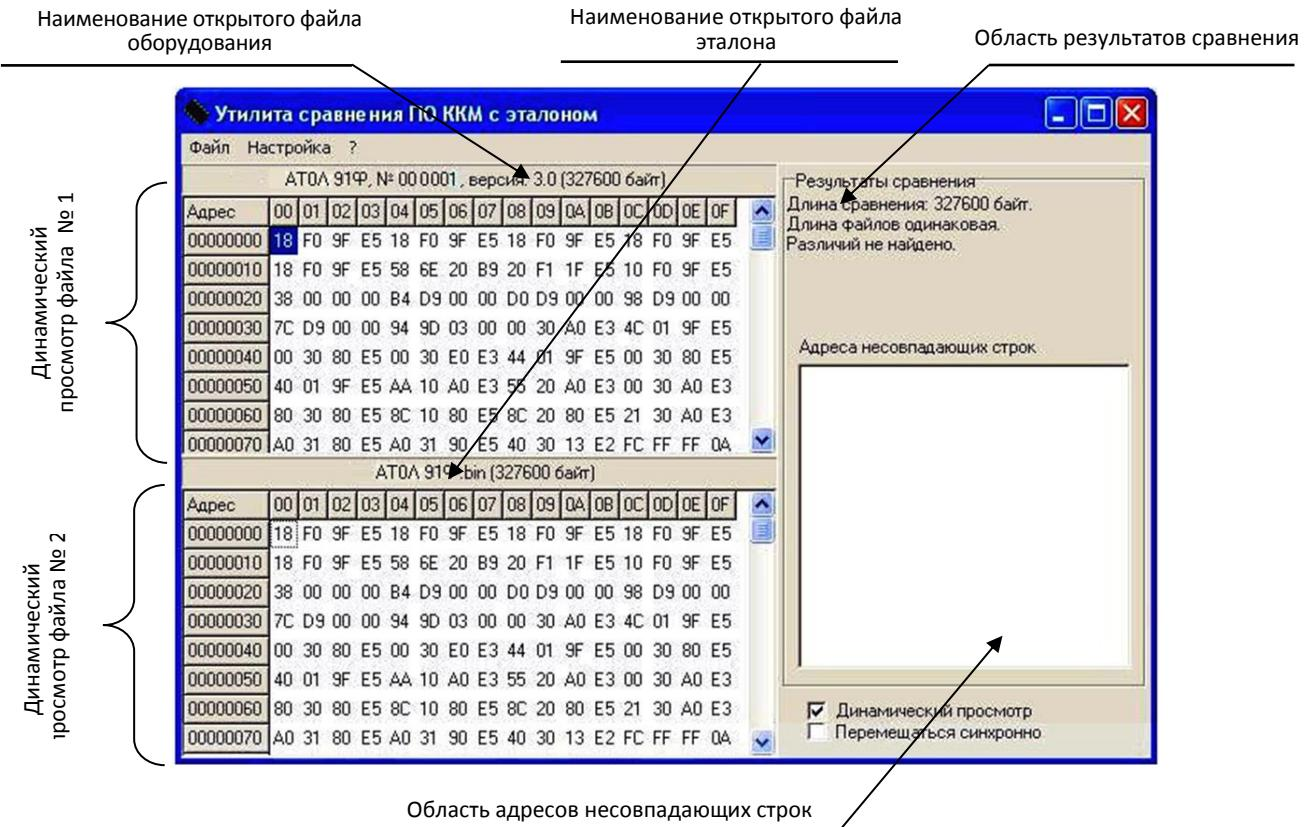

Рисунок 37. Окно утилиты Comparer.exe (открыто содержимое файлов эталона и считанного с ККТ)
3. Запустить на ПК утилиту сравнения **Comparer.exe** (смотри рисунок 37).